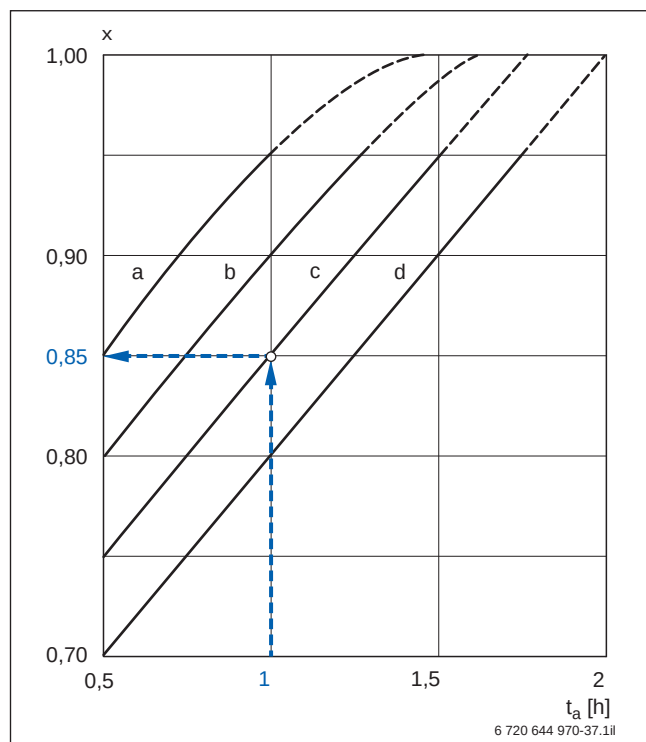

Bild 44 Übertragungs-Korrekturfaktor x; Beispiel blau hervorgehoben
Das Bild 150 (→ Seite 142) zeigt den Übertragungs-Korrekturfaktor x in Abhängigkeit von der Aufheizzeit (Beispiel → Bild 44). Wenn die Rücklauftemperatur höher als die Speichersolltemperatur ist, gilt die Kurve a (für 60 °C Speichersolltemperatur) oder Kurve b (für 45 °C Speichersolltemperatur). Wenn die Rücklauftemperatur unter der Speichersolltemperatur liegt, gelten die Kurven c oder d entsprechend.
- Es gilt Kurve c (→ Bild 44): Übertragungs-Korrekturfaktor $x = 0,85$
Legende zu Bild 44: